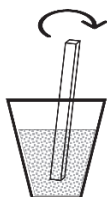

図 2
- (1)紙コップに水とヒドロキシプロピルセルロースを適量（質量比約 1 : 2）入れ（図 1）、割りばしで混ぜます（図 2）。